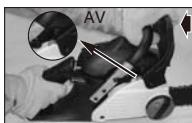

Fig. 6A
1. KJEDEBREMSEN er DEAKTIVERT (kjeden kan beveges) når BREMSES-PAKEN ER TRUKKET BAK OG LÅST. Sørg for at kjedebremsehendelen er i AV-posisjonen. (Fig. 6A)